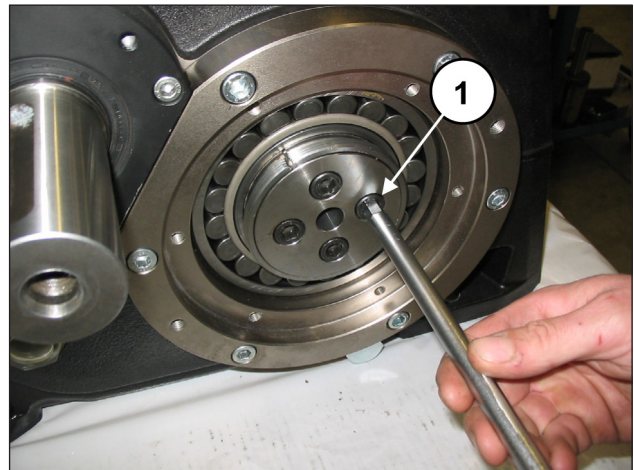

Fig. 88
Avvitare le due flangie bloccaggio bussola all'albero a gomiti mediante 4+4 viti M12x25 (pos. ①, Fig. 88).